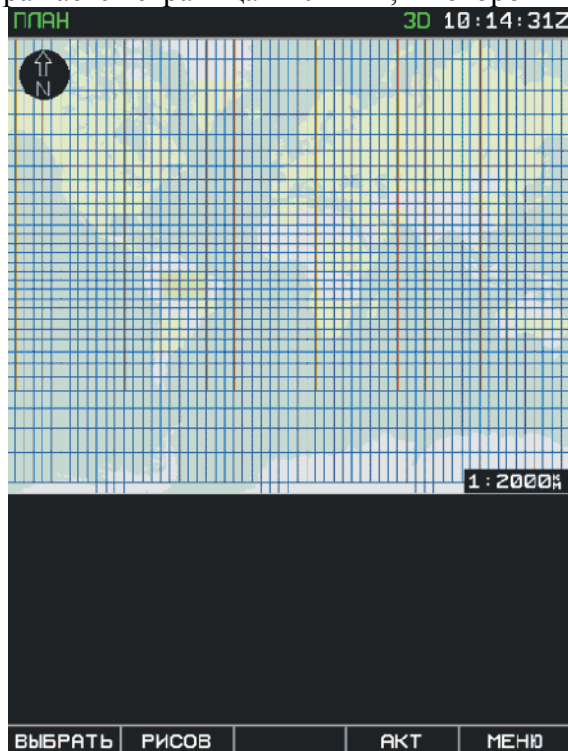

Рис. 122. Исходное состояние дисплея при планировании поисково-спасательного маршрута
1. Переключить изделие в режим ПЛАН (из страницы МЕНЮ). На дисплее отображается страница «ПЛАН», в которой индицируется карта местности. (Рис. 122).